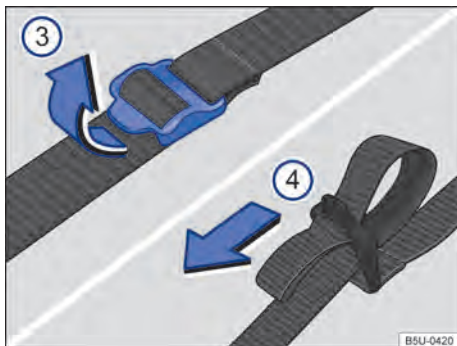

Fig. 152 Cintas de fixação da bolsa das ferramentas de bordo.
- Puxar as fivelas da cinta de fixação no sentido da seta → Fig. 152 ③.
- Puxar firmemente as cintas ① pelas alças no sentido da seta → Fig. 152 ④ para fixar a bolsa das ferramentas de bordo.